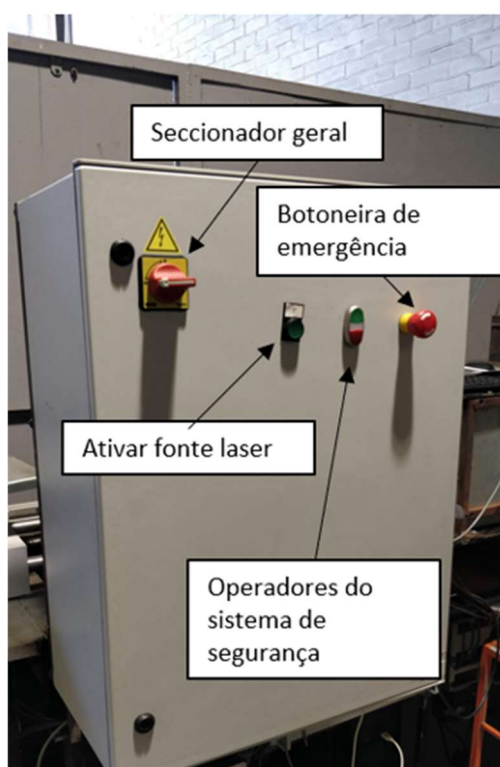

Figura 62 – Quadro Elétrico
- Ligar o sistema de refrigeração (chiller) CW-3000 da cabeça galvanométrica (Figura 62)